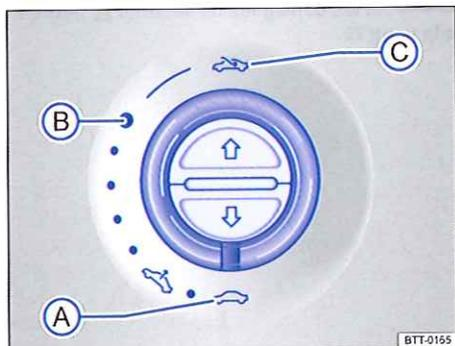

Fig. 38 Dans le ciel de pavillon : tournez la commande pour ouvrir et fermer le toit
Pour relever le toit ouvrant coulissant/relevable panoramique, il faut que la commande rotative se trouve en position => fig. 38 (A).
=> fig. 38
- La commande → fig. 38 doit être tournée dans la position « Fermé » Ⓐ.